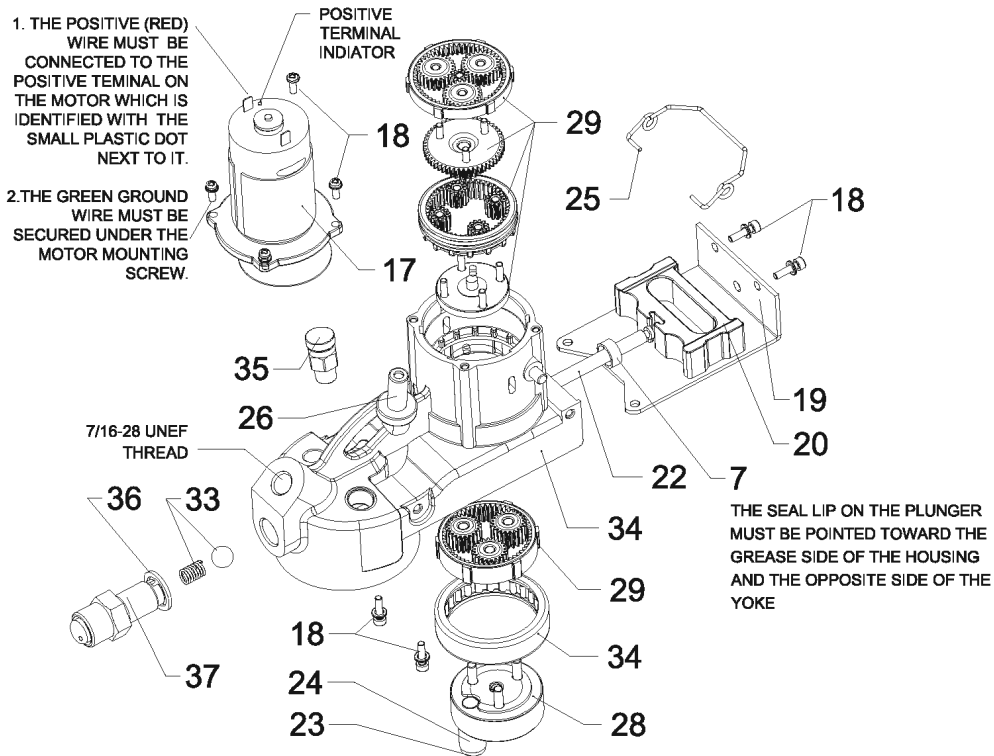

Abbildung 7
1. Mitnehmerstange aus der Fettrohrkappe nehmen und durch Drehen des Mitnehmerhebels mit dem Mitnehmer verbinden. Druck auf den Mitnehmerhebel ausüben, während man das Entlüftungsventil 23 niederhält (Abbildung 7)